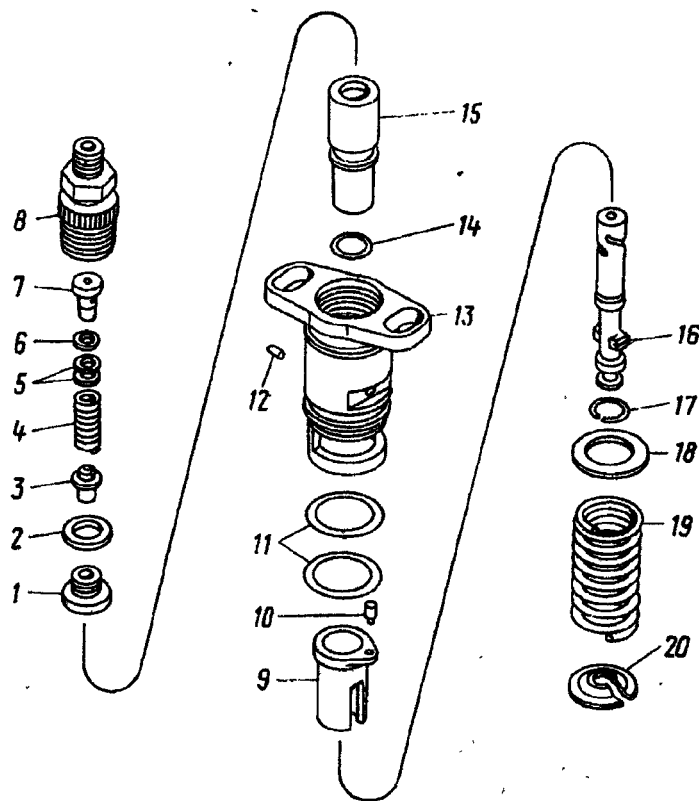
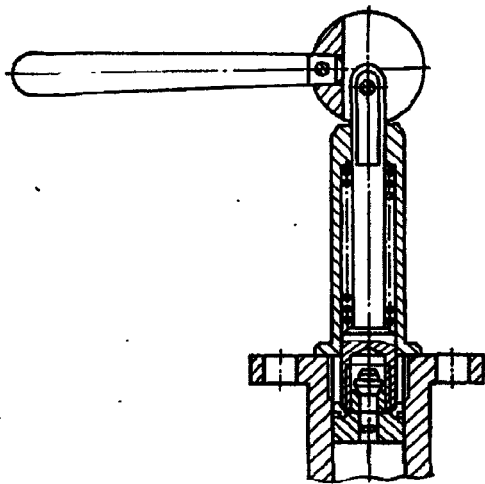
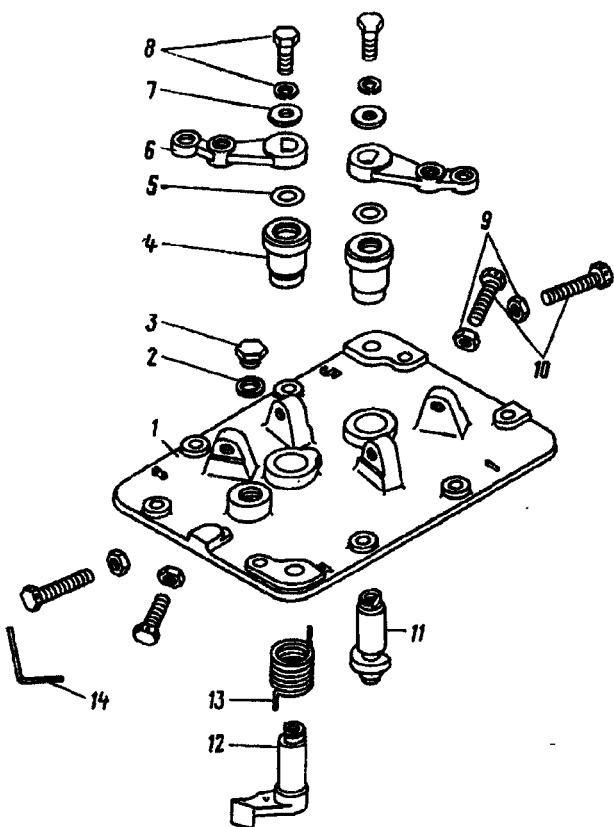

Рис. 84. Секция ТНВД в сборе:
Рис. 85. Снятие нагнетательного клапана
Рис. 86. Крышка регулятора верхняя в сборе:
20. Отверните штуцер 8 (рис. 84) секции топливного насоса высокого давления, снимите упор 7 с пружинной 4, снимите регулировочные шайбы 5, снимите приспособлением (рис. 85) нагнетательный клапан 3 (см. рис. 84) с уплотнительной прокладкой 2 и корпус 1 нагнетательного клапана	Сменная головка 19 мм, вороток, приспособление
22. Выверните болты 8 (рис. 86) с пружинными и плоскими шайбами 7, снимите рычаги 6, вал 11 рычага управления, кольцо 5 уплотнительное, выпрессуйте втулку 4 рычага управления, снимите рычаг 12 выключения подачи и возвратную пружину 13	Ключ 10 мм, оправка
<p>59. Снимите автоматическую муфту опережения впрыскивания топлива с приспособления</p> <p>60. Установите уплотнительные кольца 5 (см. рис. 86), запрессуйте втулки 4, установите вал 11 рычага управления в крышку 1, установите рычаг 6, верните болт 8 с пружинной и плоской шайбами 7</p> <p>61. Установите на вал рычага 12 выключения подачи топлива возвратную пружину 13, вставьте его в крышку, установите рычаг 6 и верните болт 8 с пружинной и плоской шайбами</p> <p>62. Вверните резьбовую пробку 3 с прокладкой 2, вверните болты 10 с гайками 9</p> <p>63. Установите фильтр 6 (см. рис. 79), прокладку 7, вверните ввертыш 5</p> <p>64. Установите в корпус 13 (см. рис. 84) секции ТНВД поворотную втулку 9 плунжера, установите уплотнительные кольца 14 на корпус втулки плунжера. Установите плунжерную пару (втулка 15 — плунжер 16) в корпус секции, установите пружину 19, тарелку 20.</p>	<p>—</p> <p>Медный молоток, ключ 10 мм</p> <p>То же</p> <p>Ключи 10, 17 мм плоскогубцы Ключ 17 мм</p> <p>Приспособление</p>
<p>84. Залейте масло в муфту опережения впрыскивания топлива.</p> <p>Примечание. Залейте масло М10Гж согласно химтологической карте.</p> <p>85 Проверьте ТНВД в сборе с автоматической муфтой опережения впрыскивания топлива и при необходимости отрегулируйте на стенде в следующем порядке:</p> <p>1. Установите ТНВД на стенд.</p> <p>Технические условия. 1. Испытания проводите на профильтрованном дизельном топливе при его температуре 25—30 °С. Вязкость топлива должна быть 4—6 сСт при температуре 20 °С. 2. Подсос воздуха через соединения при испытаниях не допускается. 3. Стенд должен быть укомплектован специально аттестованным комплектом форсунок с топливопроводами высокого давления. Топливопроводы должны иметь длину 615—621 мм, они должны быть подобраны по внутреннему объему в пределах 1,8—2,0 см³.</p> <p>Примечание. Можно регулировать насос с рабочим комплектом проверенных форсунок. В этом случае необходимо устанавливать форсунки на двигатель в порядке соединения их с секциями насоса при его регулировке.</p> <p>2. Заполните насос маслом М10Гж до уровня сливного отверстия на задней крышке регулятора</p> <p>3 Выверните перепускной клапан 46 (см рис. 80) и заглушите отверстие из-под него резьбовой пробкой М14×1,5.</p> <p>4. Подсоедините подводящий топливопровод к ввертышу корпуса насоса.</p> <p>5. Установите рейки в положение, соответствующее выключенной подаче топлива.</p> <p>6. Подайте топливо под давлением 0,17—0,2 МПа (1,7—2,0 кгс/см²) и проверьте герметичность нагнетательных клапанов.</p> <p>Техническое условие. Течь топлива из штуцеров топливного насоса в течение двух минут с момента подачи давления не допускается.</p> <p>7. Проверьте и при необходимости отрегулируйте шайбами 5 (см. рис. 84) давление открытия нагнетательных клапанов, которое определите по началу вытекания топлива из штуцера насоса, при давлении топлива в магистрали насоса 1,5—1,6 МПа (15—16 кгс/см²).</p> <p>Техническое условие. Давление открытия нагнетательных клапанов должно быть 0,9—1,1 МПа (9—11 кгс/см²).</p> <p>8. Установите рейки в положение, соответствующее максимальной подаче топлива.</p> <p>9. Проверьте и при необходимости отрегулируйте подбором пяты 51 (см. рис. 80) толкателя нужной толщины начало подачи топлива восьмой секцией ТНВД, которое определите по моменту прекращения истечения топлива из штуцера насоса при давлении топлива в магистрали 1,5—1,6 МПа (15—16 кгс/см²).</p> <p>Техническое условие. Начало подачи топлива восьмой секцией должно быть за 42—43° до оси симметрии профиля кулачка при вращении кулачкового вала по часовой стрелке, если смотреть со стороны привода. Метки на кор-</p>	<p>Отвертка, посуды для масла</p> <p>Стенд</p>